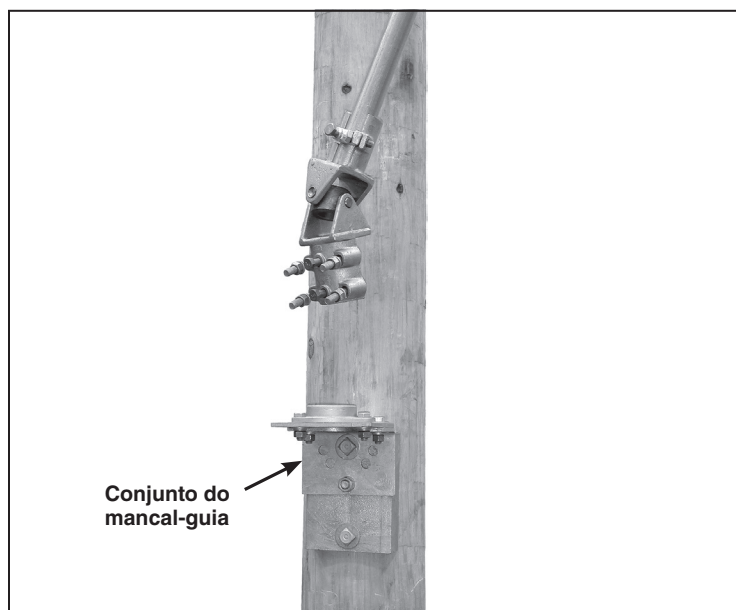

Figura 23. Instalação do mancal-guia.
PASSO 22. Posicione e instale o conjunto de mancais-guia ao poste conforme as dimensões mostradas no diagrama de montagem. Ver Figura 23.